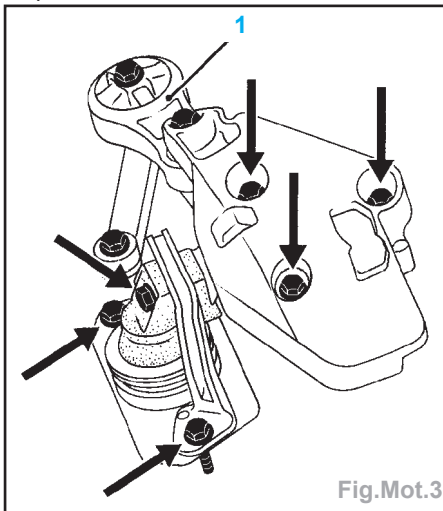

Fig.Mot.3
- Déposer (Fig.Mot.3) :
- les vis de fixation de la bielle (1), puis déposer l'ensemble suspension pendulaire-limiteur de débattement.